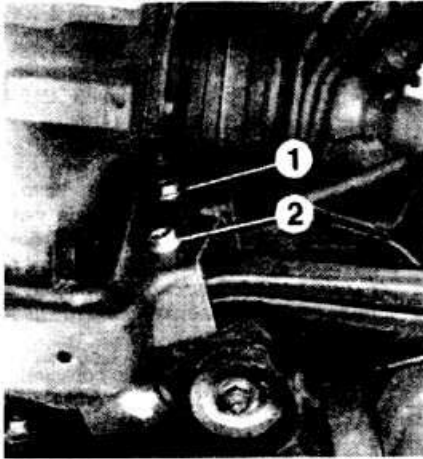

Рис. 11-3. Болты крепления верхнего (1) и нижнего (2) поперечных рычагов подвески к подрамнику
- Отвернуть болт шарнирного крепления верхнего рычага к подрамнику и снять рычаг (рис. 11-3).
- Отвернуть два шарнирных болта крепления нижнего рычага подвески и снять рычаг (рис. 11-3).